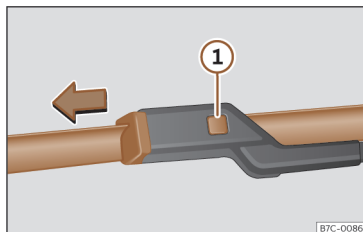

Fig. 204 Cambio de las escobillas del limpiaparabrisas.
- Mantenga presionada la tecla de desbloqueo >>> **fig. 204**  tirando ligeramente de la escobilla en el sentido de la flecha.